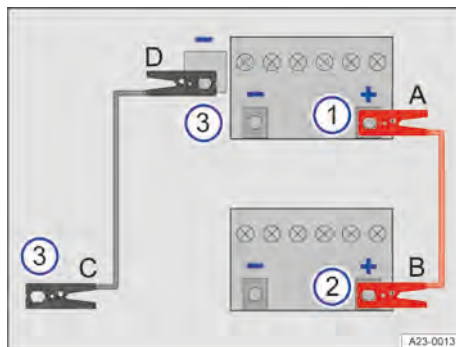

Fig. 196 Schéma de branchement des câbles de démarrage
Respectez l'ordre de branchement des câbles de démarrage A – B – C – D → fig. 196.
2. Raccordez une extrémité du câble de démarrage rouge à la borne positive (+) de la prise de démarrage de fortune du véhicule dont la batterie 12 V est déchargée → fig. 196 ①.
3. Raccordez l'autre extrémité du câble de démarrage rouge à la borne positive (+) de la batterie du véhicule fournissant le courant → fig. 196 ②.
4. Raccordez l'extrémité du câble de démarrage noir de préférence à un raccord à la masse de la prise de démarrage de fortune du véhicule dont la batterie 12 V fournit le courant → fig. 196 ③.
Ou : À défaut d'un raccord à la masse de la prise de démarrage de fortune, raccordez l'extrémité du câble de démarrage noir du véhicule dont la batterie 12 V fournit le courant à une pièce métallique massive, fermement vissée sur le bloc-moteur ou sur le bloc-moteur → fig. 196 ③.
5. Raccordez l'autre extrémité du câble de démarrage noir au raccord à la masse de la prise de démarrage de fortune du véhicule dont la batterie 12 V est déchargée → fig. 196 ③.
Ou : À défaut d'un raccord à la masse de la prise de démarrage de fortune, raccordez l'extrémité du câble de démarrage noir du véhicule dont la batterie 12 V est déchargée à une pièce métallique massive, fermement vissée sur le bloc-moteur ou sur le bloc-moteur → fig. 196 ③.